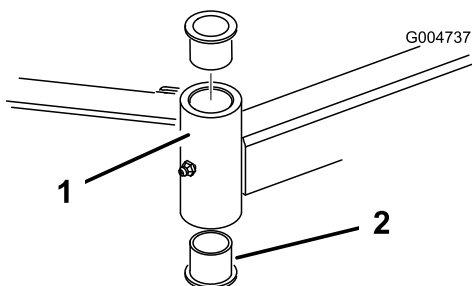

Figure 29
- Insérez un chasse-goupille dans le haut ou le bas du tube de montage et chassez la bague hors du tube (Figure 29). Chassez ensuite l'autre bague. Nettoyez l'intérieur des tubes de montage.